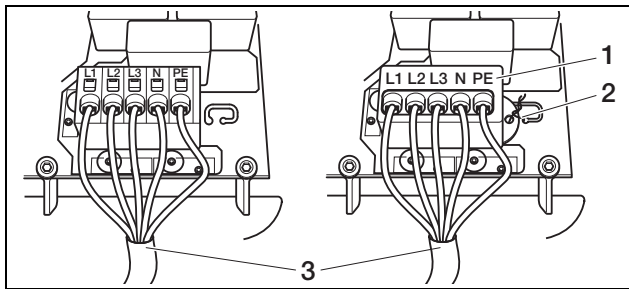

Abbildung 15: Netzanschluss (links ohne Versiegelungskappe, rechts mit Versiegelungskappe (abgebildet PIKO 7.0/8.3/10.1))
- Schließen Sie die Adern der Netzzuleitung entsprechend der Beschriftung an der AC-Anschlussklemme an (Abbildung 15).